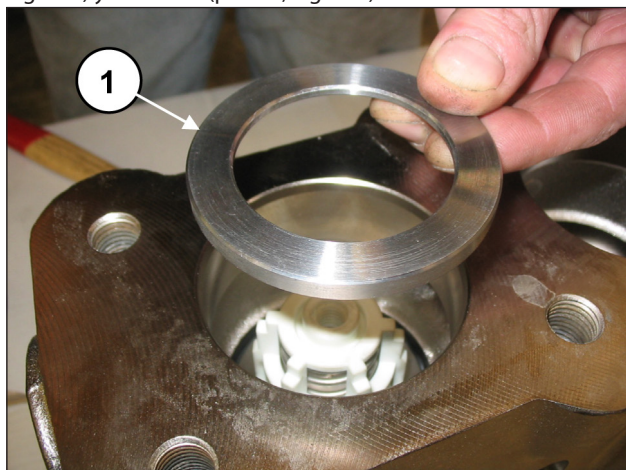
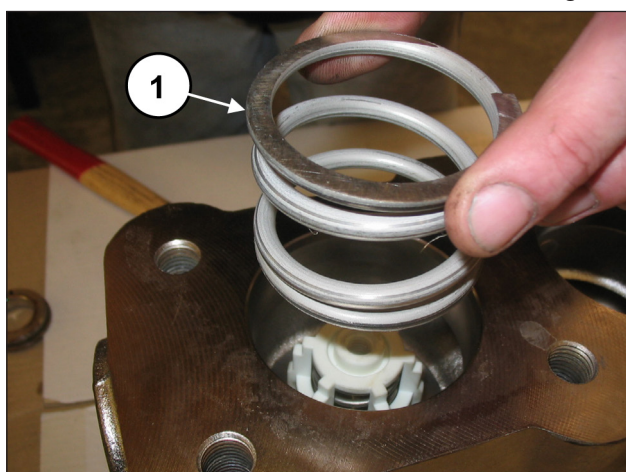

Fig. 129
Fig. 130
Introducir la anilla del alojamiento de la válvula (pos. ①, Fig. 129) y el muelle (pos. ①, Fig. 130).